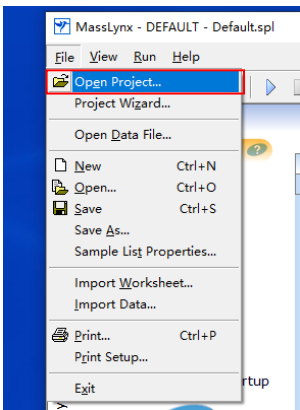

图 6-6
**Step2.** 点击 File – Open Project...（图 6-6），弹出 6-7 对话框，点击 Yes